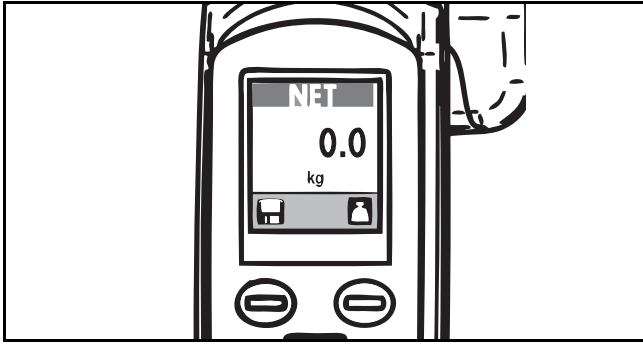

Рис. 63
- 3) Нажмите кнопку «Весы» для обнуления показаний. После этого на дисплее отобразится нулевое значение (см. Рис. 63).